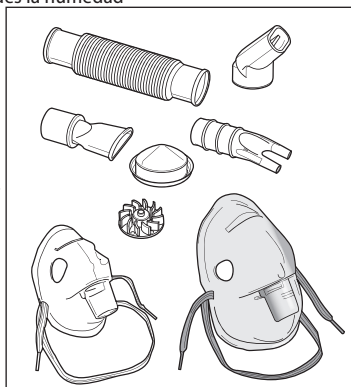

Fig. 2
3. Lave la boquilla, el ventilador, el vaso para medicina y la cubierta del filtro de aire con agua tibia y detergente suave. Enjuague muy bien, Fig. 2.